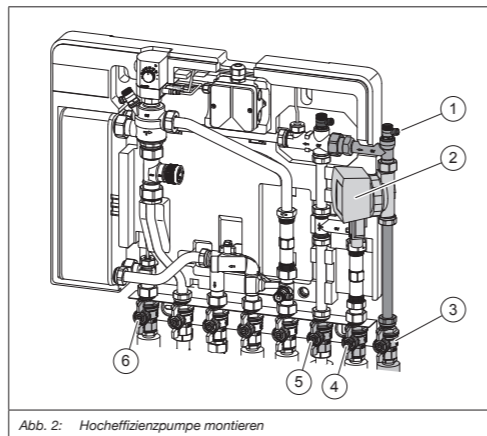

Abb. 2: Hocheffizienzpumpe montieren
1. Schließen Sie die Kugelhähne (3), (4), (5) und (6) (siehe Abb. 2).
2. Öffnen Sie das Entlüftungsventil um den Anlagenteil drucklos zu machen (siehe Abb. 2 (1)).
Der Pfeil auf dem Gehäuse zeigt Ihnen die Durchflussrichtung an. Bauen Sie die Pumpe so ein, dass der Pfeil in Richtung Entlüftungsventil (siehe Abb. 2 (1)) zeigt.